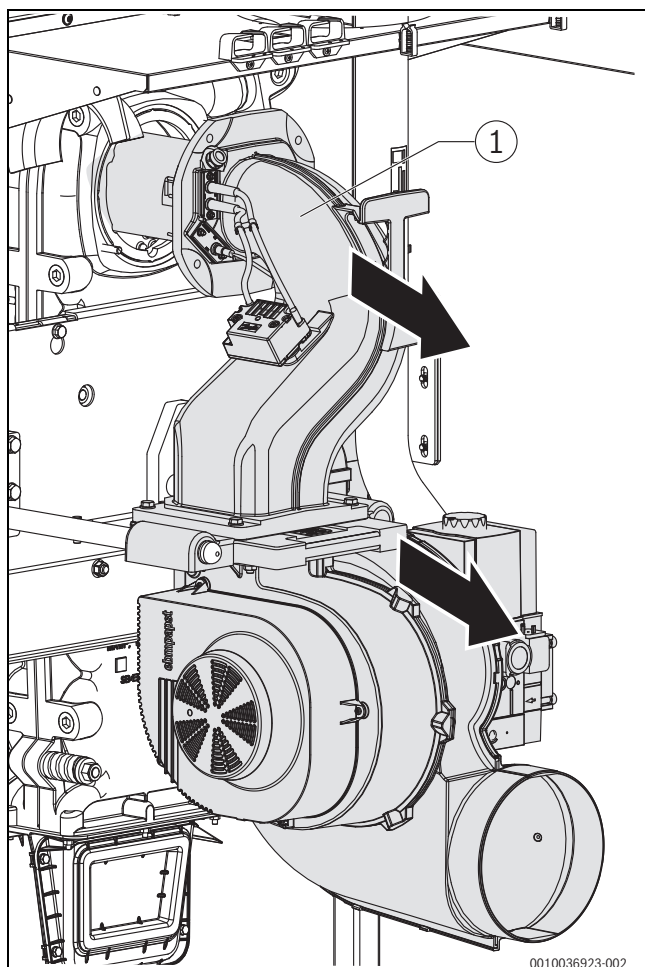

Fig. 55 Puxar o queimador para trás
- Puxar para trás o coletor de mistura com tubo do queimador e ventilador até à posição final (o-ring no parafuso guia) (→fig. 55).
- Retirar os 4 parafusos no coletor de mistura/placa deslizante (→fig. 55).